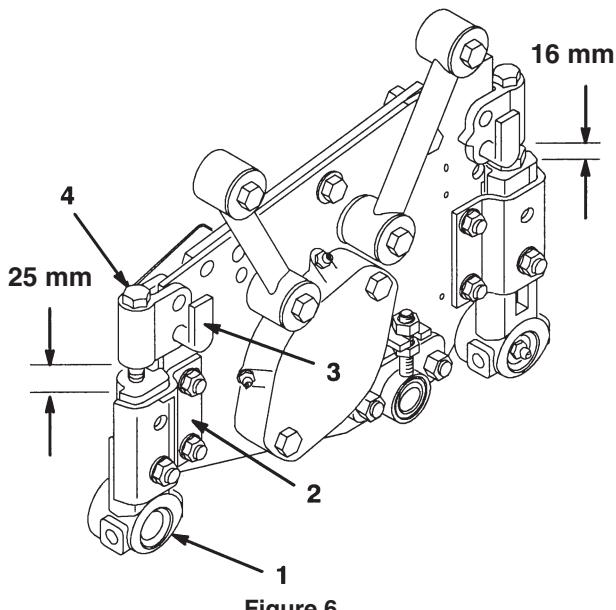

Figure 6
2. Serrez plus ou moins la vis d'appui de manière à obtenir un écart de 25 mm  $\pm 1,5$  mm entre le support de hauteur de coupe et le support du rouleau avant (2 positions) (Fig. 6).
3. Serrez plus ou moins la vis d'appui de manière à obtenir un écart de 16 mm  $\pm 1,5$  mm entre le support de hauteur de coupe et le support du rouleau arrière (2 positions) (Fig. 6).